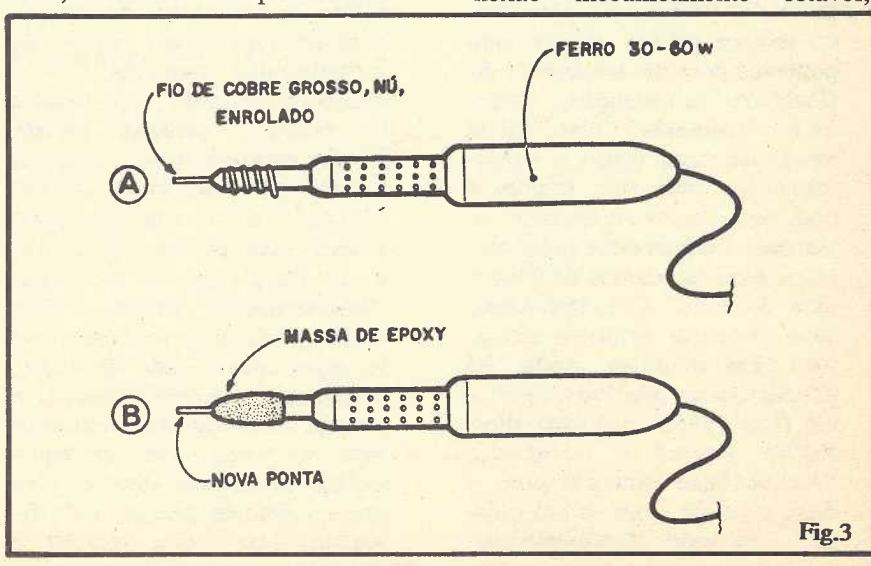

Fig.3
- FIG. 3 - São simples as "reformas" que o "ferrão" deverá sofrer... O Leitor/Aluno precisará de uns 15 a 20 cm. de fio de cobre grosso e nú (pode "desenkapar" um pedaço de fio de ligação rígido, nº 8 AWG, por exemplo...). A ponta (grossa) do ferro deverá ser muito bem limpa e lixada, removendo-se toda oxidação, sujeira ou depósito antigo
de solda. Em seguida, enrola-se algumas voltas (bem apertadas...) do fio sobre a ponta do ferro, "fazendo sobrar" uma ponta com cerca de 2 cm. de comprimento, que deverá ficar alinhada com a ponta original do ferro (fig. 3-A). Para dar rigidez ao conjunto, a adaptação poderá ser recoberta com uma camada de massa de **epoxy** ("Durepoxy"), que constitui uma espécie de adesivo forte, resistente ao calor (na verdade, quanto mais "esquenta", mais duro fica...). A "nova ponta", agora fina, deve sobressair da proteção de **epoxy**, conforme mostra a fig. 3-B.